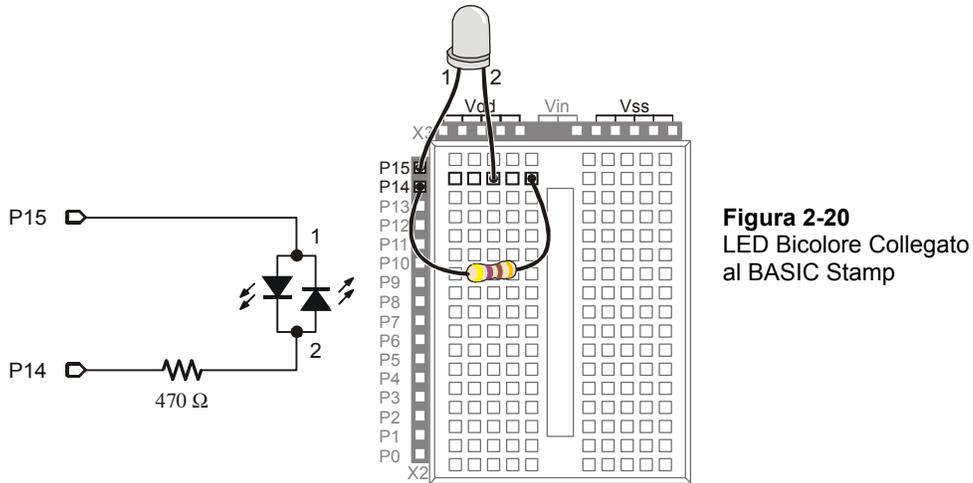

Figura 2-20
Controllare un LED bicolore con il BASIC Stamp richiede due pin I/O. Dopo che avrete manualmente verificato che il LED bicolore funzioni, potrete collegarlo al BASIC Stamp come mostrato in Figura 2-20.
- ✓ Collegare il LED bicolore al BASIC Stamp come mostrato nella Figura 2-20.